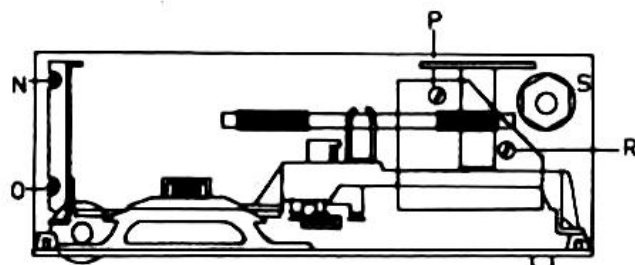

Fig. 13
- 4 Retirer les vis N, O, P, R et T, retirer la plaque supérieure (fig. 13 et 14).
- 5 Dévisser l'écrou S pour retirer l'antenne (fig. 13).